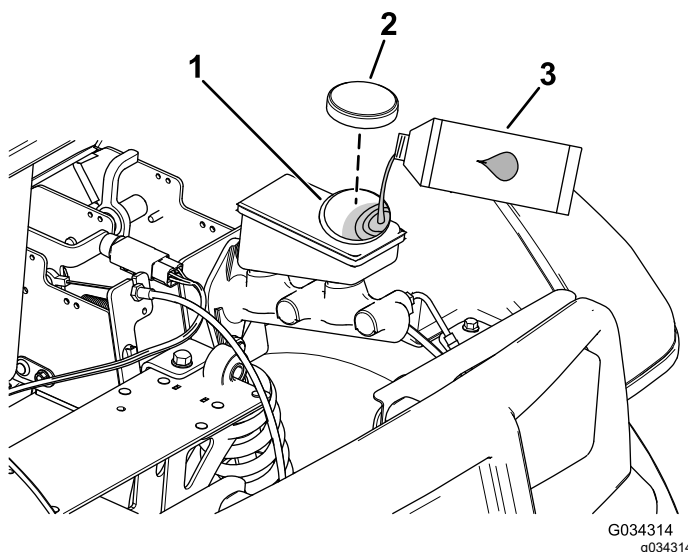

Figura 55
2. Sollevate il cofano per avere accesso al cilindro del freno principale e al serbatoio (Figura 55).
- A. Pulite l'area intorno al tappo del serbatoio e togliete il tappo (Figura 55).
- C. Montate il tappo sul serbatoio (Figura 55).